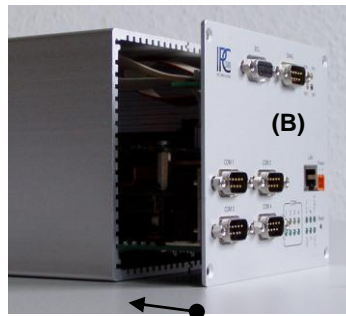

Abb. 2.5.8
3. Die Leiterplatteeinheit wird lagerichtig in das Gehäuse eingeschoben (Feder der Klammer auf der Gehäuserückseite zeigt nach oben) und an der Frontplatte mit den 4 Schrauben befestigt (Abb. 2.5.8 und 2.5.9).